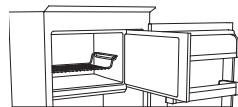
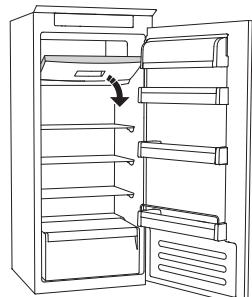

Abbildung 1
Abbildung 2
- Platzieren Sie die Lebensmittel auf dem Gitter, falls vorhanden (Abbildung 1) oder direkt auf dem Boden des Gefrierfachs (Abbildung 2)
- Platzieren Sie die Lebensmittel in der Mitte des ******** Fache, ohne dass es bereits gefrorene Lebensmittel berührt, halten Sie einen Abstand von etwa 20 mm ein (Abbildung 1 und 2).
Das STOP-FROST-SYSTEM (modellabhängig) erleichtert den Abtauvorgang im Gefrierfach. Das STOP-FROST-Zubehörteil (Abbildung 1) wird eingesetzt, um einen Teil des Frosts anzusammeln, der sich im Gefrierfach bildet. Es ist leicht herauszunehmen und zu reinigen und verringert somit die erforderliche Zeit zum Abtauen des Gefrierfachs.
- Öffnen Sie die Gefrierfachtür und nehmen Sie die obere Schublade heraus (Abbildung 2).